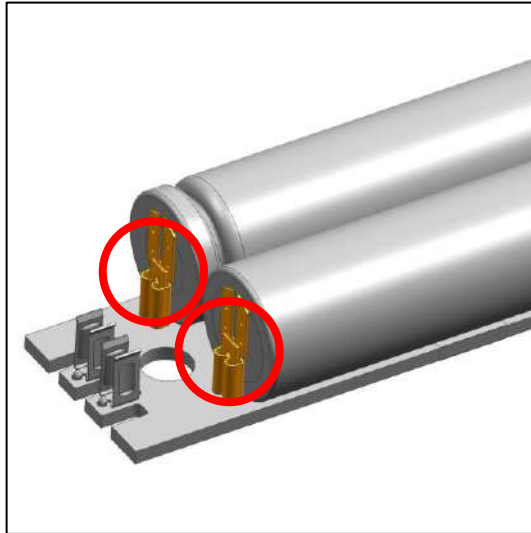
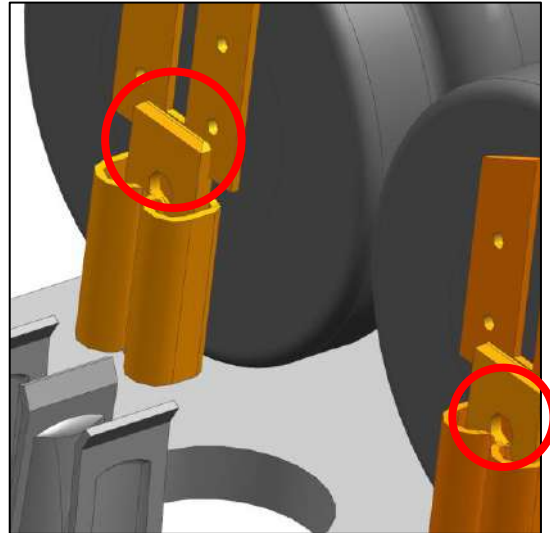

Abb. 33
Abb. 34
- c) Verlöten Sie den Akku an den Steckhülsen mit den Akkupins der Platine an den gekennzeichneten Stellen (Abb. 33, Abb. 34)